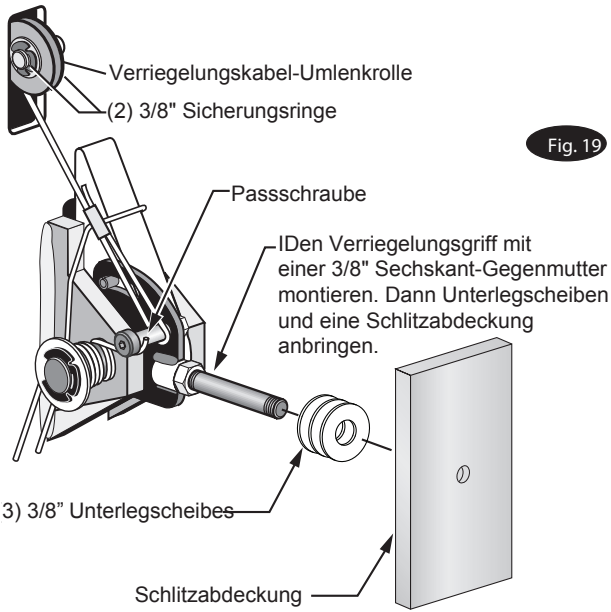
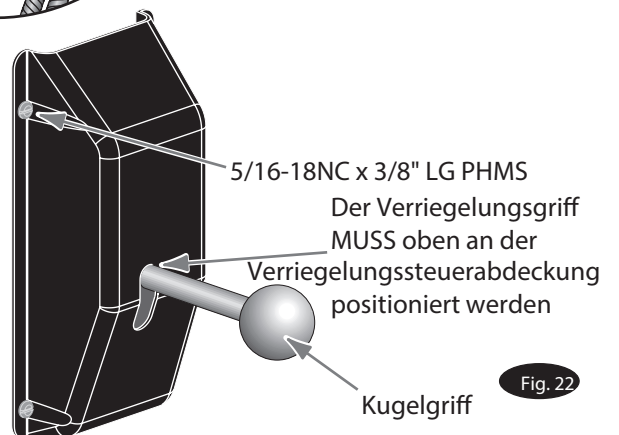

Fig. 19
Fig. 22
- A) Die Verriegelungskabel-Umlenkrolle und die Sicherungsringe im oberen Schlitz der Säule des Leistungsteils montieren, wie auf Abb. 19 dargestellt ist.
- B) Das Schleifenende des Kabels über die eine Seite der Passschraube an der Steuerplatte der rechten Verriegelung durchführen, Abb. 19.
- C) Das andere Kabelende durch den Schlitz der Verriegelungskabel-Umlenkrolle führen und dabei sicherstellen, dass das Kabel unter die Verriegelungskabel-Umlenkrolle und in die rechte Säule geführt wird (Abb. 19).
- I) An dieser Stelle MÜSSEN der Verriegelungsgriff, die Gegenmutter und die Verriegelungsabdeckung der rechten Säule montiert werden, siehe Abb. 19 und Abb. 22. Die Verriegelungsgriffkugel montieren (Abb. 22).